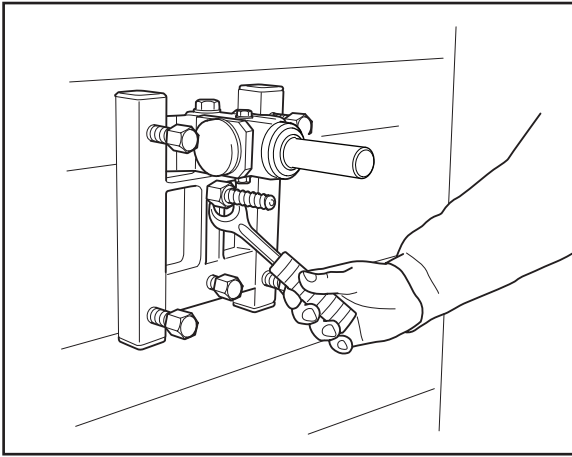

Fig.8
1. Borra hål (15 mm) i väggen och slå i expanderbulten. Skruva fast fotplatta GB 40 AT, använd 24 mm nyckel (Fig.8).
1. Bor et hul (15 mm) i væggen, og slå ekspansionsbolten i. Skru fodpladen GB 40 AT fast; brug en 24-mm-nøgle (Fig. 8).
1. Bor hull (15 mm) i veggen og slå inn ekspanderbolten. Skru fast fotplate GB 40 AT, bruk 24 mm nøkkel (Fig.8).